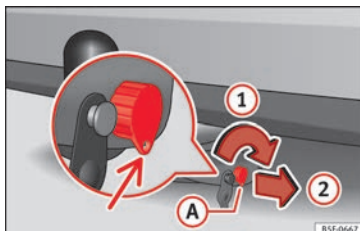

Abb. 230 Schloss sperren
Der Hebel **A** dreht sich **automatisch** in Pfeilrichtung **2** nach unten und der Entriegelungsbolzen **B** kommt heraus (sein rot-grüner Teil ist sichtbar) » **Abb. 230**.
- Drehen Sie den Schlüssel **A** in Pfeilrichtung **1**, bis sich der gelochte Teil des Schlüssels unten befindet » **Abb. 230**.